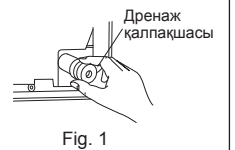

Fig. 1
- 1) Суық агенттің құбыржолдары мен дренаж құбыршегі бірге жалғаңыз, содан кейін шетінен бастап, кііз жолақпен (4) мықтап орап тастаңыз. Кііз жолақпен (4) жабу ені жолақтың енінен 1/3 болуы тиіс. Кііз жолақтың (4) ұшын байлап бекітіңіз.
- 2) Ішкі блоктың артқы оң жақ бөлігіндегі дренаж қалпақшаны ашыңыз. (Fig. 1)